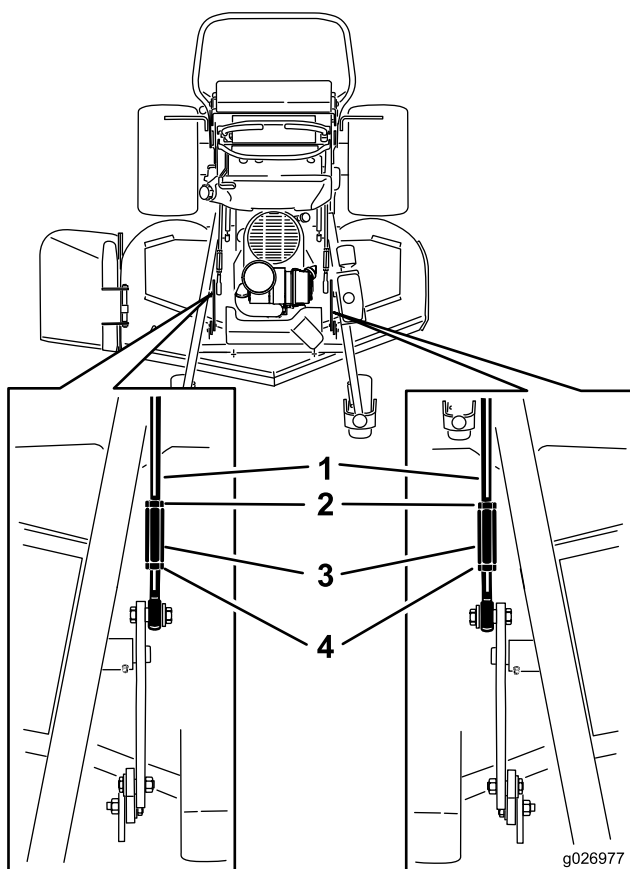

Figure 90
4. Pour les tabliers de coupe de 152 cm (60 po), desserrez les deux écrous avant et arrière et les biellettes de relevage sur les tiges de réglage (Figure 90).
5. Pour les tabliers de coupe de 152 cm (60 po), serrez les biellettes de relevage (Figure 90).